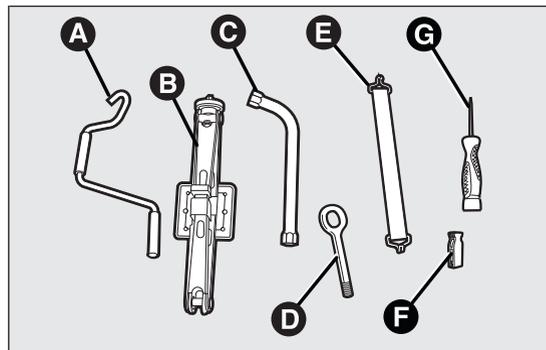
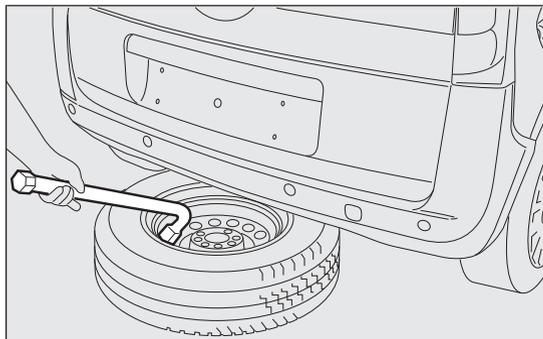

fig. 117
fig. 119
- dentro de la bolsa se encuentran las siguientes herramientas fig. 117:
- retirar la llave C fig. 117 y, interviniendo desde el interior del compartimiento de carga, desenroscar el tornillo de bloqueo del soporte de la rueda de repuesto A fig. 118 para permitir que esta última descienda. Para reducir el esfuerzo introducir el destornillador G fig. 117 en el alojamiento ubicado en el interior de la llave C;
- utilizar la llave C fig. 117 para sacar la rueda del vehículo fig. 119;
- aflojar una vuelta los tornillos de fijación de la rueda que se debe sustituir utilizando la llave C fig. 117;